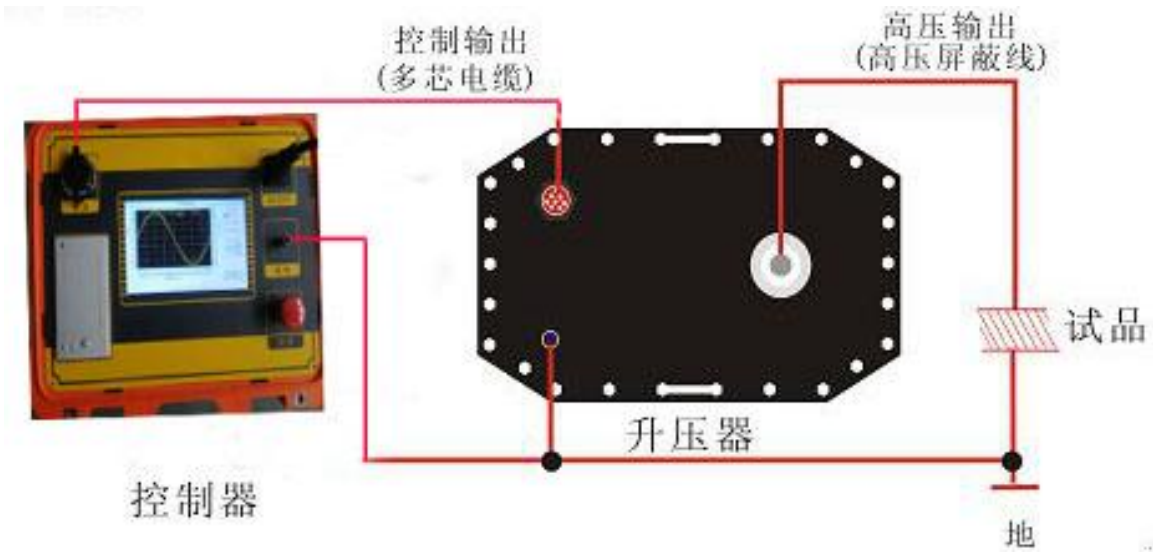
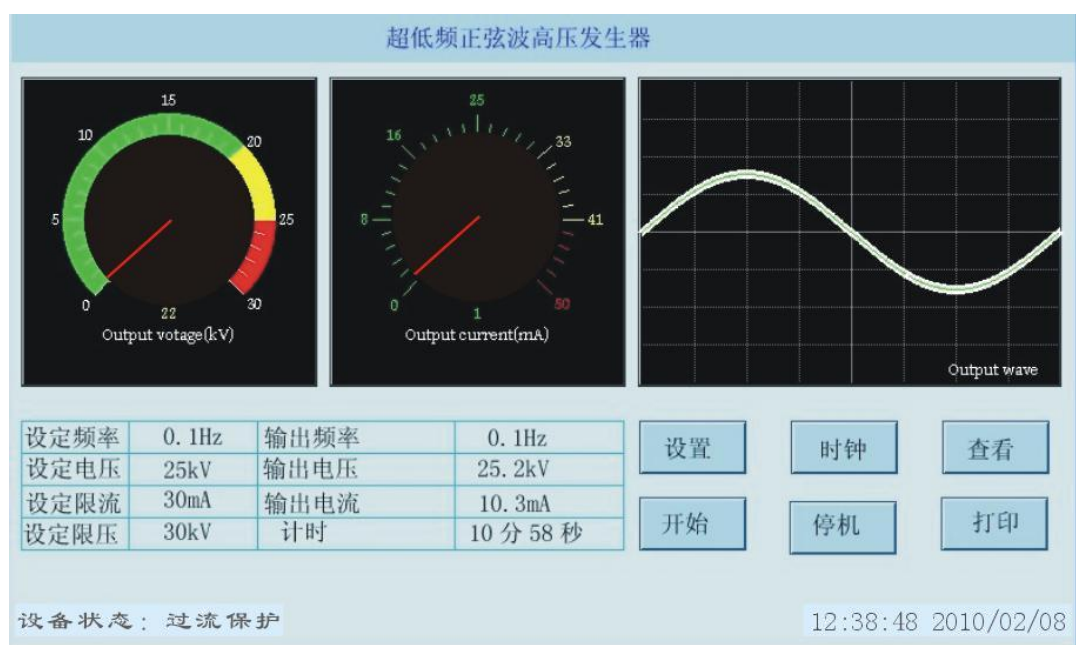
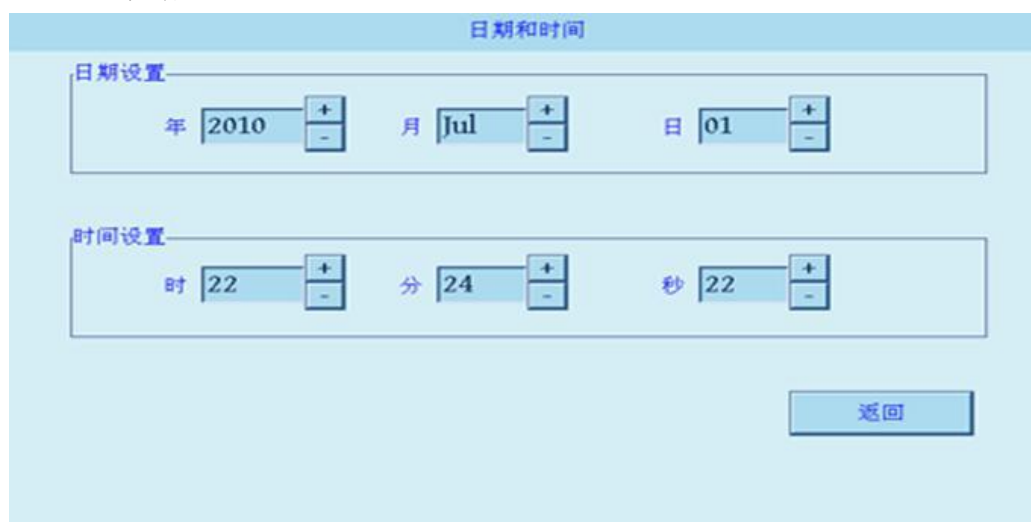

图 3 接线示意图
图 13 控制器提示过流保护
图 15 日期和时间设置界面
接线说明：用本产品随机配备的控制输出专用线、高压输出专用线和接地线按图 3 的方法
当在试验的过程中，输出电流超过设定限值，仪器起动停机指令后，自动切断输出，再执行数据历史保存，停机后如图 13 所示，状态栏中提示信息：“过流保护”并执行数据历史保存
点击图 3 的“打印”键，可将显示器上的本次数据打印成试验报告。
凡是通过了定时停机、点击“停机”键进行的停机、过压保护停机、以及过流保护停机的数据仪器自动将其保存为历史数据。最多能保存 64 次测量的数据，64 次以前的将自动删除。点击图 3 中的“查看”键，可出现图 13 界面,查看最近 64 次试验的历史数据。
点击图 3 中的“时钟”按键,可出现图 15 的设置界面，用于设置系统的日期和时间。
6. 试验接线：用随机附带的专用连接将试验设备与试验电缆按图 13 所示的方法连接。仔细检查接线正确后合上电源，再次设定好试验频率，时间和电压以及高压侧的过流保护值、过压保护值，然后开始升压试验。